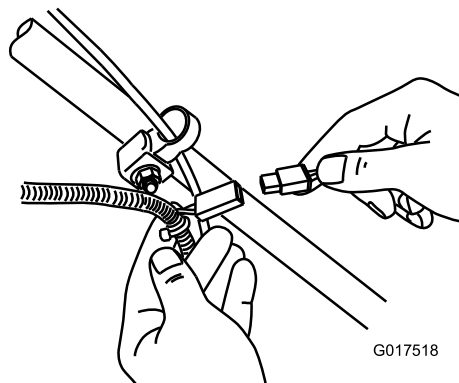

Рисунок 35
1. Подсоедините зарядное устройство к жгуту проводки, расположенному под ключом зажигания (Рисунок 35).